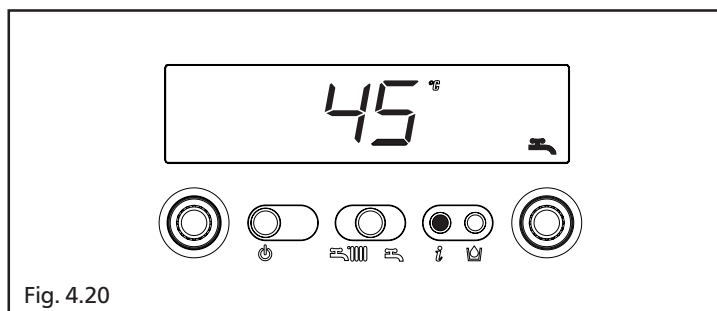

Fig. 4.20
**Info 4** visualizza la temperatura dell'acqua sanitaria settata (fig. 4.20)